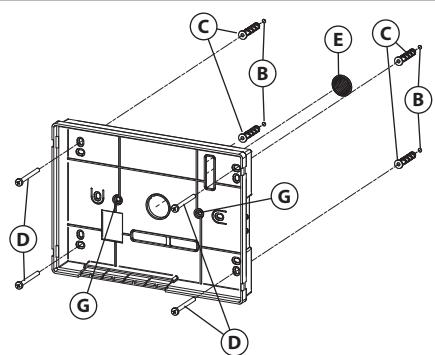

Fig. 4
- Appoggiare a parete la base del videocitofono ad una altezza di circa 135cm dal pavimento finito e prendere i riferimenti per i fori di fissaggio **B** (**Fig. 4**) tenendo presente che i conduttori **E** (**Fig. 4**) devono passare attraverso l'apertura **F** (**Fig. 4**). Se per l'uscita da parete dei conduttori si utilizza la scatola da incasso 503, murare la stessa in posizione verticale lasciando circa 140cm tra la base e il pavimento finito.
- Facendo riferimento alla **Fig. 4**, realizzare i fori **B**, inserire al loro interno i tasselli ad espansione **C** e fissare la base del videocitofono alla parete tramite le viti **D** avendo cura di passare i conduttori **E** attraverso la fessura **F**. Se è stata utilizzata la scatola da incasso 503, fissare a parete la base tramite i fori **G** (a passo con le lingue di fissaggio della 503) utilizzando le viti **D**.